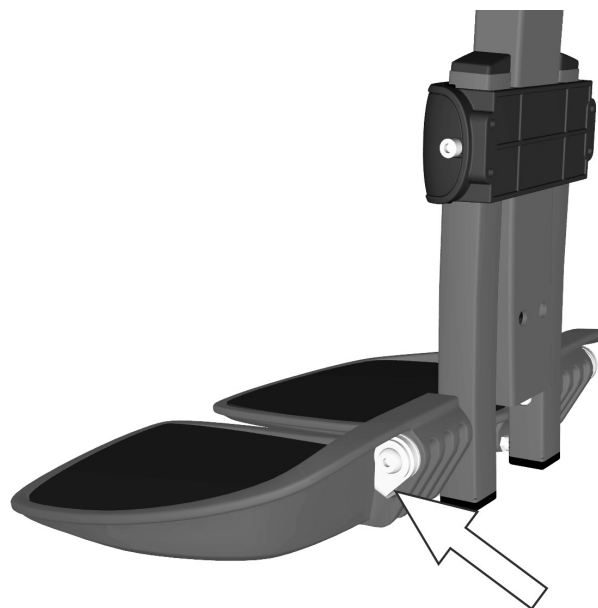

Bild 124. Friktionsbromsens plåtläpp sitter monterad i avsett hål på fotplattan.
2. Demontera den skruv som fotplattan sitter monterad med. Se bild. 124.
2. Montera fotplattans friktionsbroms genom att skjuta på delarna på axeln. Försäkra dig om att dess plåtläpp placeras i avsett hål på fotplattan. Se bild. 124.